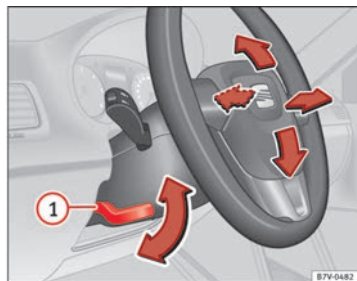

Fig. 127 Regolazione meccanica del volante
- Muovere la leva → fig. 127 ① verso il basso.